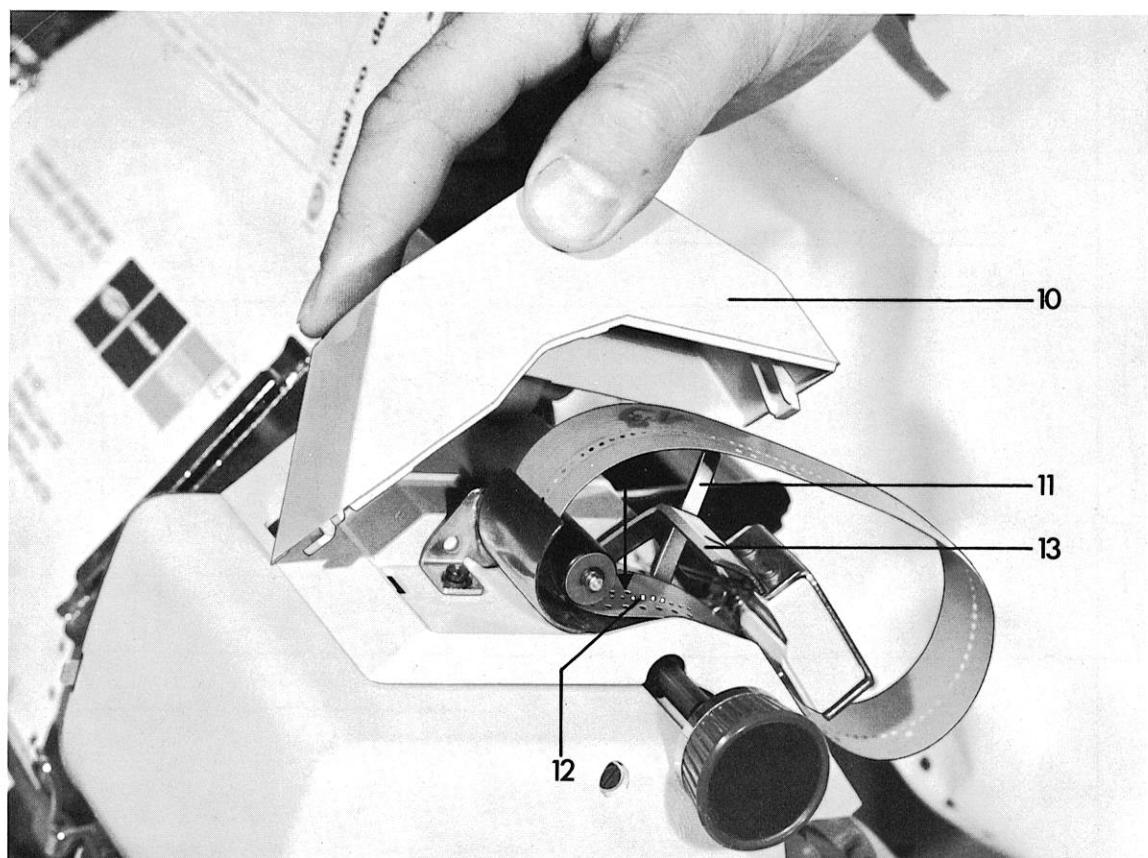
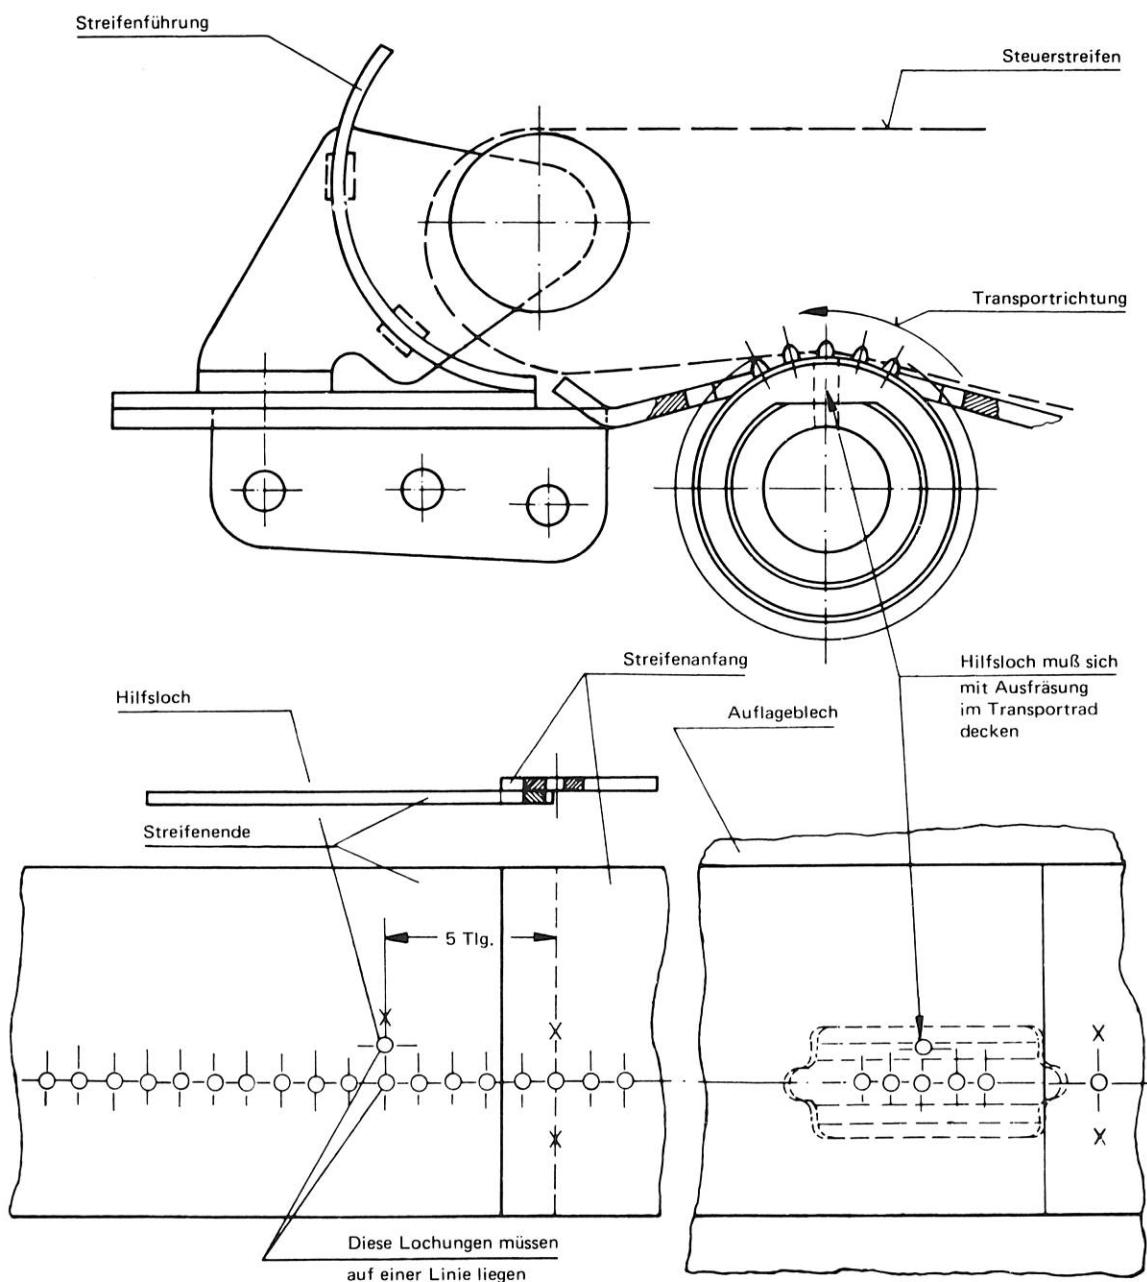

Abb. 12 EF ohne Abdeckung, mit Steuerstreifen
Abb. 13 Steuerstreifenverlauf in der EF
- 11) Auslösehebel (s. Abb. 12)
- 12) Steuerstreifentransportrad (s. Abb. 12)
- 13) Führungsbügel (s. Abb. 12)
Auslösehebel (11) Abb. 12
4.9.9 Einlegen des Steuerstreifens (Abb. 12, 13)
- Abdeckung (10) Abb. 12 nach oben aus der Rasterung abheben (s. auch Innenseite der Abdeckung)
- Auslösehebel (11) Abb. 12 nach hinten drücken
- Einlegen des Steuerstreifens (s. dazu Abb. 13).
Im Steuerstreifentransportrad (12) Abb. 12 sind neben den Transportstacheln rechteckige Aussparungen (Pfeil) angebracht, die in Höhe der Spur 4 liegen. Beim Einlegen des Steuerstreifens ist darauf zu achten, daß das Hilfslöch der Spur 4 (s. Anhang Abb. 13) im Steuerstreifen mit einer dieser Aussparungen im Transportrad zur Deckung gebracht wird.
- Führungsbügel (13) Abb. 12 auf den eingelegten Steuerstreifen mit rechten Daumen niederdrücken.
- Abdeckung (10) Abb. 12 aufsetzen und durch vertikalen Druck einrasten lassen.
- 16) Auslösehebel (s. Abb. 12)
- 17) Führungsbügel (s. Abb. 12)
- 18) Steuerstreifentransporttrad (s. Abb. 12)
Das **Einlegen des Steuerstreifens** ist in Pkt. 4.9.9 beschrieben, siehe dazu Abb. 12 und Abb. 13.